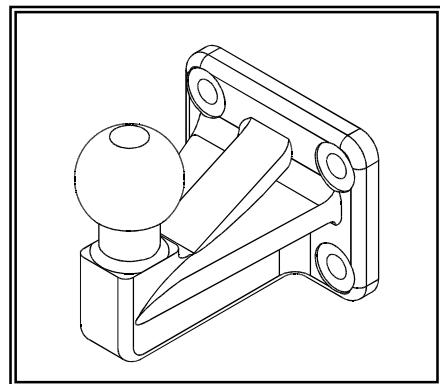

Fig.4
- 3) Positionner les pièces de montage (1) et (2) avec les points (D) s'adaptant aux points (D) de l'attelage et avec point (A) s'adaptant sur le forage prévu du côté de la poutre du châssis, insérer les boulons et les rondelles sans serrer.
- 4) Placer les pièces de montage (ref.4) avec les points (E) contre le côté inférieur du châssis qui s'adapte sur les pièces d'écrous (3) déjà insérées. Les points (C) s'adaptent dans les points (C) de l'attelage, insérer les boulons et bien visser le tout (cfr. couples de serrage). Fixer bien le pare-chocs en même temps.
- 5) Monter la rotule sur les trous (*). Utiliser la plaque (6) uniquement pour le montage d'un 50V (voir fig.4)
- 3) Place the mounting pieces (1) and (2) with points (D) matching points (D) of the tow bar en with point (A) matching the provided drilling in the side of the chassis beam, insert the bolts and the washers but do not tighten.
- 4) Place mounting pieces (4) with points (E) against the bottom of the chassis matching the provided holes and matching according to the already inserted nut pieces (3). Points (C) match points (C) of the tow bar, insert the bolts and tighten everything firmly (see tension). Re-assemble the bumper on the vehicle.
- 5) Assemble the ball on the holes (*). Use the plate (6) only for the assemblage of 50V (see fig.4).